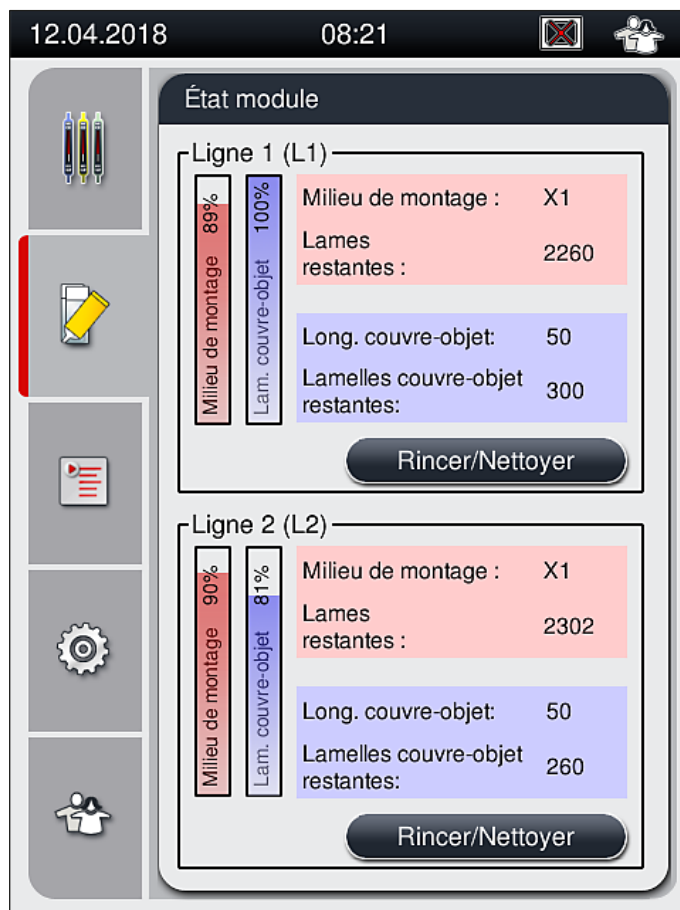

Fig. 53
10. Les flacons du milieu de montage qui sont réintroduits sont détectés par le logiciel de l'appareil, et l'État module (→ Fig. 53) est actualisé.